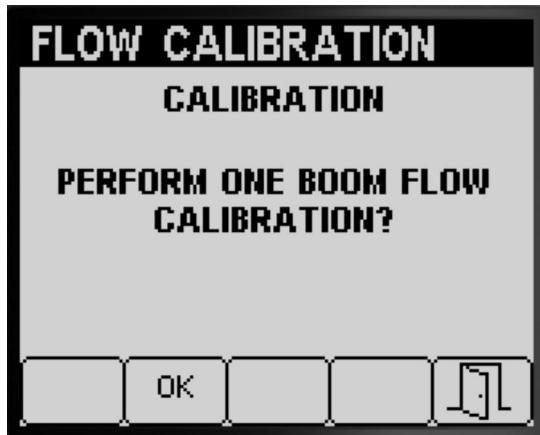

Figure 59
Si vous avez réalisé un étalonnage de 3 sections et de 2 sections, l'Infocenter vous demande si vous souhaitez effectuer un étalonnage de 1 section (Figure 59) ; effectuez l'une des procédures suivantes :
- Si vous ne souhaitez pas exécuter l'étalonnage de 1 sections, appuyez sur le bouton 5 pour retourner à l'écran Étalonnage (Figure 59).